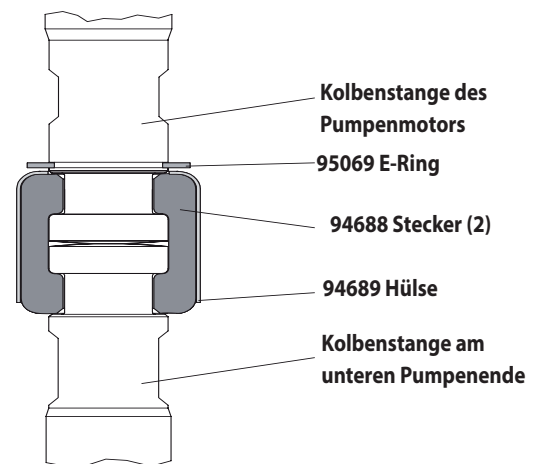

Abbildung 2
5. Mit e-Ring Zangen, schieben Sie den Sicherungsring nach oben weit genug um die Hülse zu bewegen nach oben und lassen Sie die zwei Anschlüsse (siehe Abbildung 2) zu ermöglichen. Legen Sie die Druckluftmotors beiseite